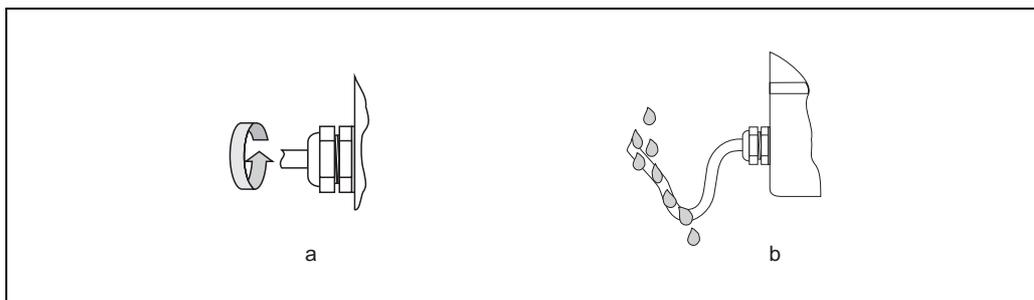

Fig. 26: Istruzioni d'installazione, ingressi cavo
- Gli ingressi cavo devono essere saldamente serrati (**a** → Fig. 26).
- Il cavo deve formare un'ansa vero il basso prima dell'ingresso cavo ("trappola per l'acqua") (**b** → Fig. 26) in modo da evitare che l'umidità penetri nel passacavo.